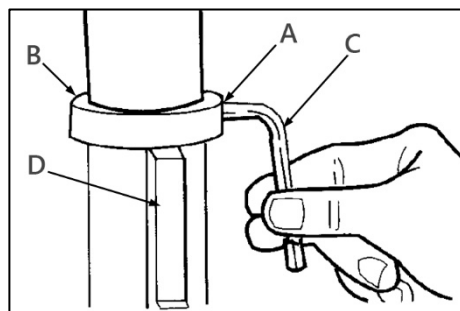

Рисунок 3.
Установите зажимное кольцо (В) (рис. 3), затяните установочный винт (А) при помощи шестигранного ключа 3 мм (С), чтобы зубчатая рейка (D) могла перемещаться при повороте стола влево или вправо вокруг колонны. Кольцо должно сидеть на зубчатой рейке свободно, перпендикулярно вертикальной оси.